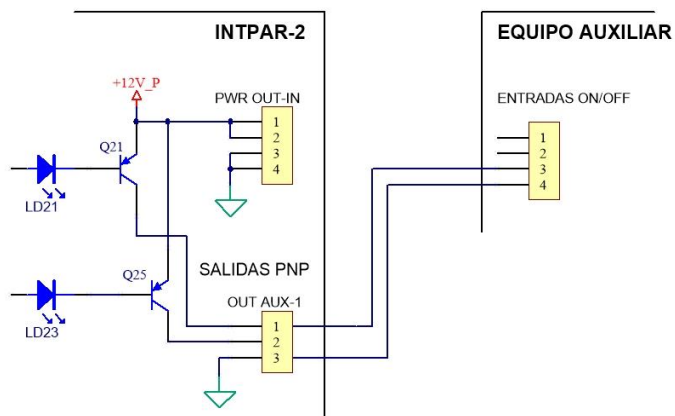
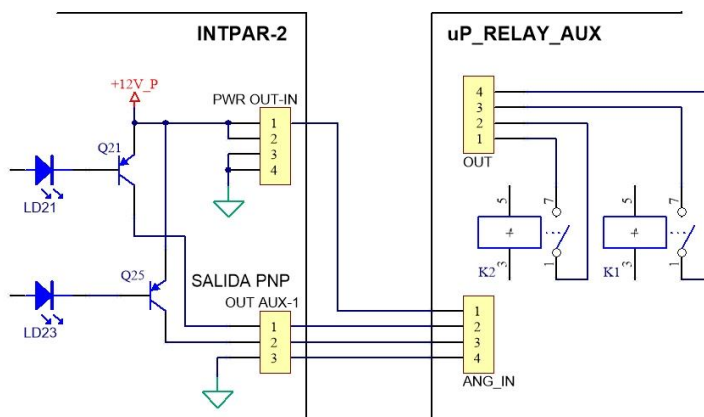

Figura 2. Conexión de salidas auxiliares tipo PNP a entradas tipo ON/OFF 12v de un equipo auxiliar.
Figura 3. Conexión de salidas auxiliares tipo PNP empleando placa de relés adicional.
- Las salidas AUX1,2 y OUT5 son de tipo PNP. Puede conectar una carga como se indica en la figura 2, debe asegurar que la corriente solicitada por TODAS las cargas conectadas no supere los 100mA. Si usted precisa manejar cargas de mayor consumo le recomendamos el empleo de un circuito a base de relés (se suministra aparte) con los que dispondrá de un contacto por cada salida auxiliar. La conexión de este circuito se presenta en la figura 3.